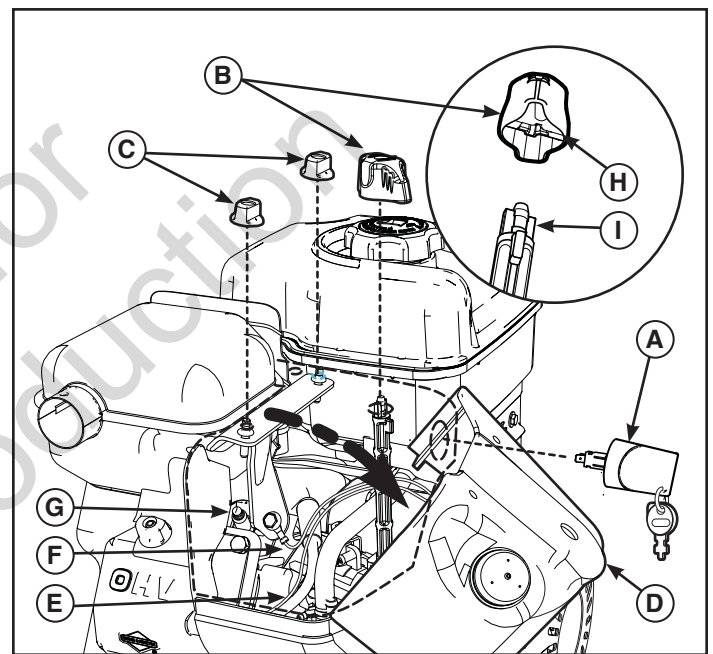

Figure 15
1. Retirez la clé MARCHE/ARRÊT (A, Figure 15) ou bien tirez sur le commutateur MARCHE/ARRÊT ou sur la clé à tirette. Maintenir la clé en dehors de la portée des enfants.
2. Saisissez la commande de starter (B) et tirez-la pour la retirer.
3. Retirez les vis de montage (C).
4. Retirez avec précaution la partie supérieure du capot à neige (D). NE PAS déconnecter le tuyau de l'amorceur (E) ou le câble de clé. (F).
5. Retirez la bougie d'allumage (G) et remplacez-la (voir spécifications).
8. Alignez les fentes (H, Figure 15, incrustation) du bouton du starter et les attaches de l'arbre du starter (I) et poussez vers le bas pour installer. Si le bouton n'est pas correctement installé, le starter ne fonctionnera pas.